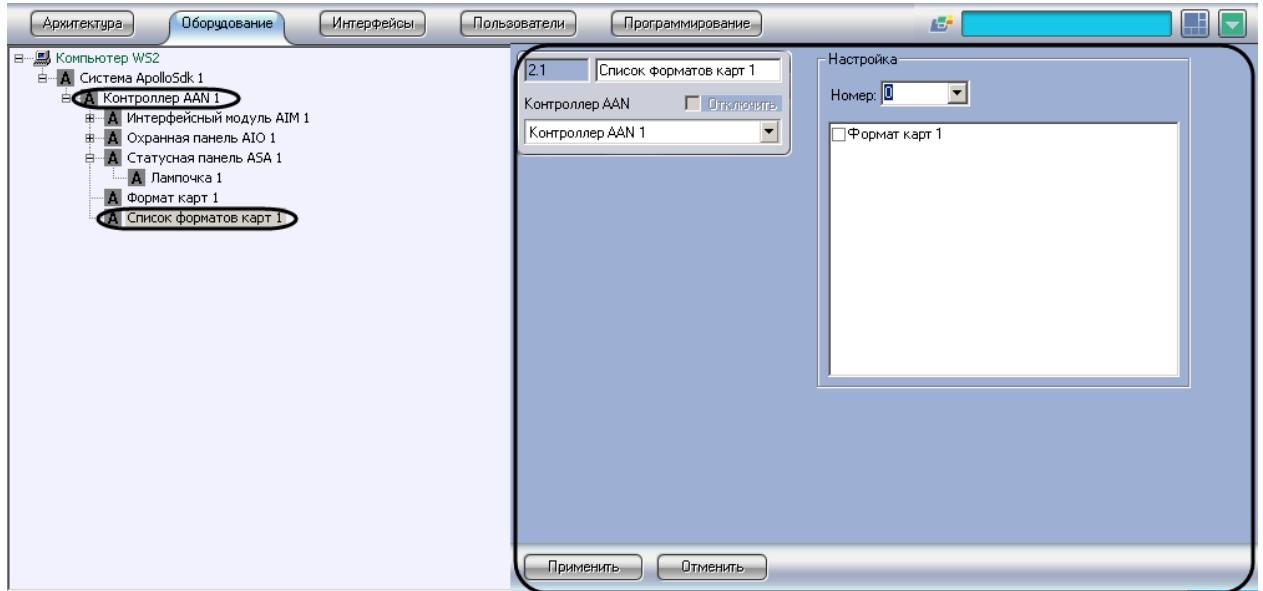

Рис. 3.5-3 Объект Список форматов карт
1. На базе объекта **Контроллер ААН** создать объект **Список форматов карт** (Рис. 3.5-3).